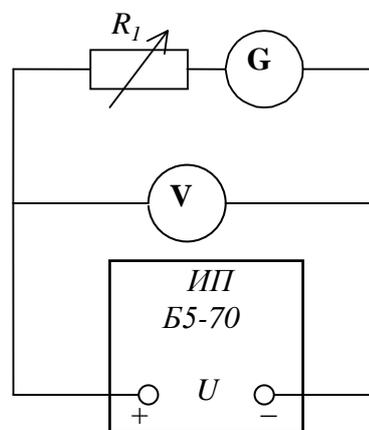

Рис.6
3. Соберите электрическую цепь по схеме (рис.6). Роль добавочного резистора пусть выполняет, например, магазин сопротивлений R_1 . В качестве образцового вольтметра V используйте многопредельный ампервольтметр М2018.